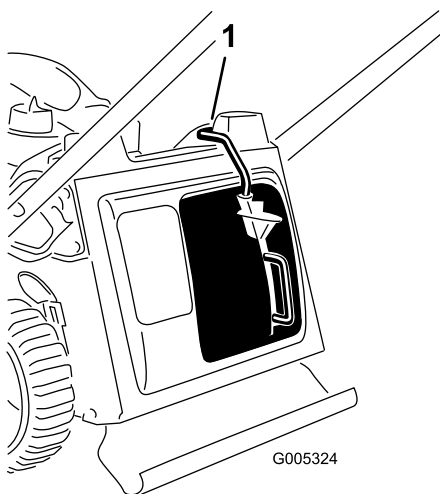

Figure 30
**Important:** La tondeuse est équipée d'un contacteur de sécurité qui l'empêche de démarrer si l'obturateur de broyage n'est pas monté correctement (Figure 30).
Montez l'obturateur de broyage comme illustré (Figure 30).